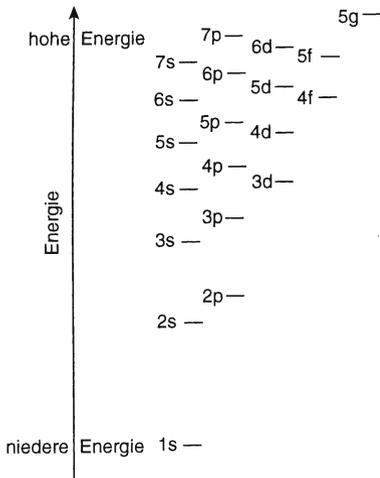

Abb. 14. Energieniveauschema für vielelektronige Atome
***Beachte: Niveaus unterschiedlicher Energie werden in der Reihenfolge zunehmender Energie mit Elektronen besetzt*** (Abb. 14).
Abb. 14 gibt die energetische Reihenfolge der Orbitale in (neutralen) Mehrelektronenatomen an, wie sie experimentell gefunden wird.
Für die Reihenfolge der Besetzung beachte Abb. 14!
*Beachte:* In Abb. 14 sieht man 1. Die Abstände zwischen den einzelnen Energieniveaus werden mit höherer Hauptquantenzahl  $n$  kleiner. 2. Bei gleichem Wert für  $n$  ergeben sich wegen verschiedener Werte für  $\ell$  und  $m$  unterschiedliche Energiewerte; so ist das 4s-Niveau energetisch günstiger (tieferer Energiewert) als das 3d-Niveau. Siehe auch S. 38 und 40.
Aus *Tabelle 6* geht hervor, dass es Ausnahmen von der in Abb. 16 angegebenen Reihenfolge gibt. **Halb-** und **vollbesetzte** Niveaus sind nämlich besonders stabil; außerdem ändern sich die Energiewerte der Niveaus mit der Kernladungszahl. Bei höheren Schalen werden zudem die Energieunterschiede zwischen einzelnen Niveaus immer geringer, vgl. Abb. 14, S. 34.